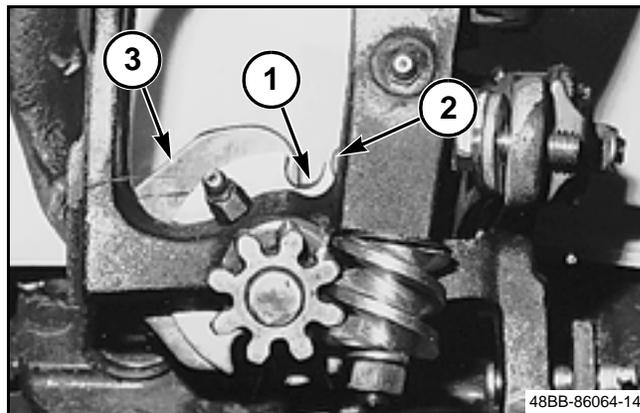

FIG. 62
FIG. 62: La aguja pone los cordeles en la muesca de los discos del cordel (1) en la carrera superior del primer nudo. El disco del cordel gira 1/4 de vuelta, tirando del cordel entre el portacordel (2) y el disco para sujetar los cordeles mientras se amarran los nudos. El portacordel sostiene el cordel sólo mientras se amarran los nudos.